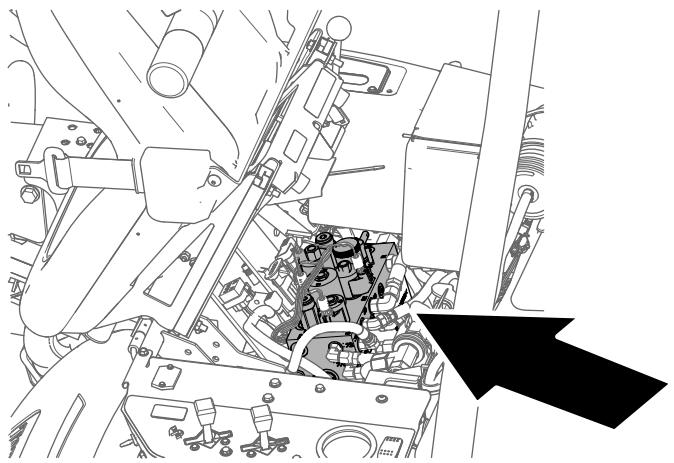

Bild 54
2. Klappen Sie den Bedienersitz hoch und stützen Sie ihn mit der Stützstange ab (Bild 54).